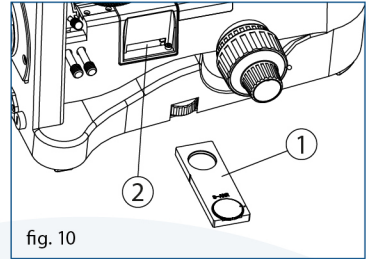

fig. 10
(Fig. 10) Inserte el analizador con el texto hacia arriba en la ranura (2) hasta que escuche un "clic"